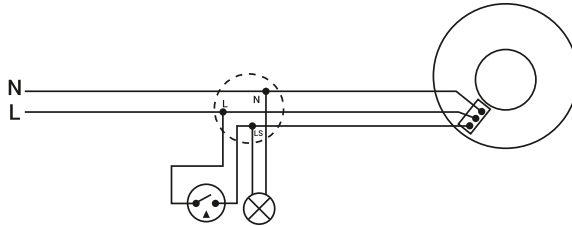

Abb. 7
- am Triggeranschluss „T“ 230 Volt anliegen (siehe Abb. 7).
- am Triggeranschluss „T“ keine 230 Volt anliegen (siehe Abb. 7).